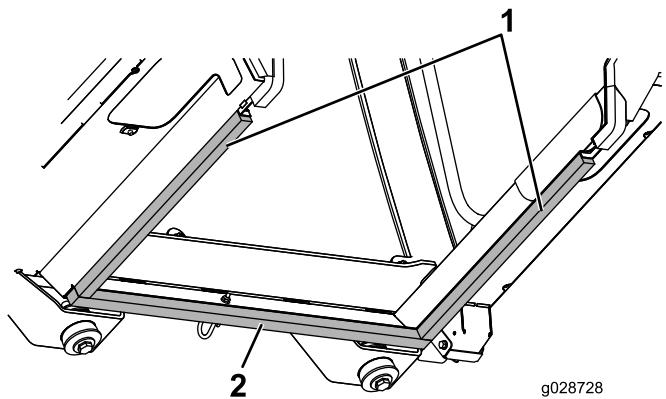

Figure 61
6. Centrez l'élément en mousse avant sur le panneau avant (Figure 61).
7. Poussez le bord avant des éléments en mousse latéraux avant dans l'élément en mousse avant et alignez les bords intérieurs des éléments en mousse sur les bords intérieurs des panneaux d'étanchéité du cadre de la cabine (Figure 61).